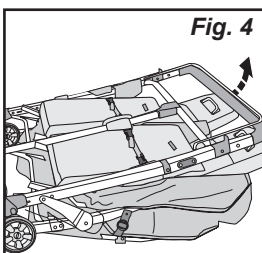

Fig. 4
6. Faites glisser la **rondelle de blocage (L)** et la **rondelle plate (M)** sur la **vis à épaulement M6 x 25 mm (K)**, puis insérez la vis à la base du montant des roues avant et serrez fermement (**Fig. 4**).
- Faites glisser le panneau arrière de l'auvent entre le tube de soutien de la poignée et la poignée de la poussette ③ (Fig. 4).
- Fixez les côtés de l'auvent autour du tube de soutien de la poignée de la poussette en fixant les courroies munies de velcro de chaque côté ④ (Fig. 4).
6. Tirez sur la poignée pour déplier la poussette (Fig.4) puis avec un claquement rapide, appuyez sur la poignée pour verrouiller en position dépliée (Fig. 5). Appuyez sur le cadre latéral pour vous assurer que la poussette en position ouverte verrouillée. Soulevez la poignée pour vérifier que la poignée de la poussette est verrouillée en position dépliée des deux côtés.